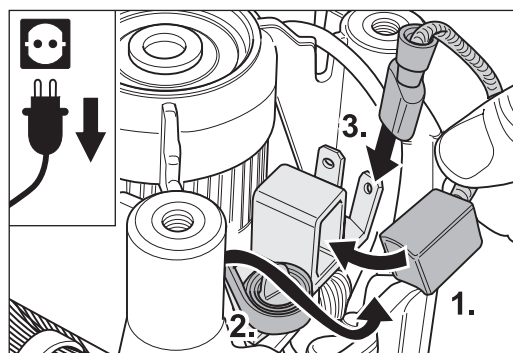

Abb. 50 Die neue Kohlebürste einsetzen (1.), den Messing-Druckbügel zurück drehen (2.) und den Anschluss-Stecker befestigen (3.).
- 6 Setzen Sie die neue Kohlebürste ein (Abb. 50, 1.) und drehen Sie den Messing-Druckbügel des Kohlenhalters wieder zurück (Abb. 50, 2.).
- 7 Befestigen Sie den Stecker der Kohlebürste auf den dafür vorgesehenen Kontakt am Kohlenhalter (Abb. 50, 3.). Verlegen Sie das Kabel der Kohlebürste so wie bei der anderen, noch montierten alten Kohlebürste. Dadurch wird ein späteres Einklemmen der Kabel verhindert.